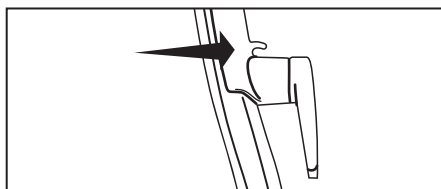

Imagen 2
- Asegure el cable bajo la guía de cable por encima del gancho superior del cable (Imagen 2).